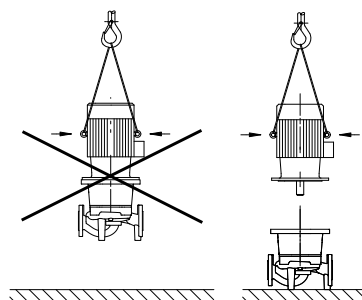

Fig. 8: Moottorin kuljetus
- Moottorissa olevia kuljetussilmukoita saa käyttää vain moottorin kuljetukseen, ei koko pumpun kuljetukseen (Fig. 8).